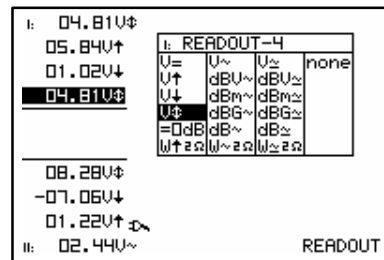

Fig 26
8. Premere i tasti freccia per evidenziare la funzione desiderata per il readout meter4. (Fig. 26)
8. Druk op de pijltoetsen voor het kiezen van de uitlezingfunctie van meter 4. (fig 26)
8. A l'aide des touches curseur choisissez la fonction désirée pour l'appareil numéro 4. (fig 26)